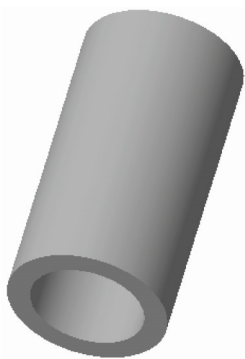

图 6-114 打开模型文件
STEP 01 单击快速访问工具栏中的“打开”按钮，打开模型文件，如图 6-114 所示。